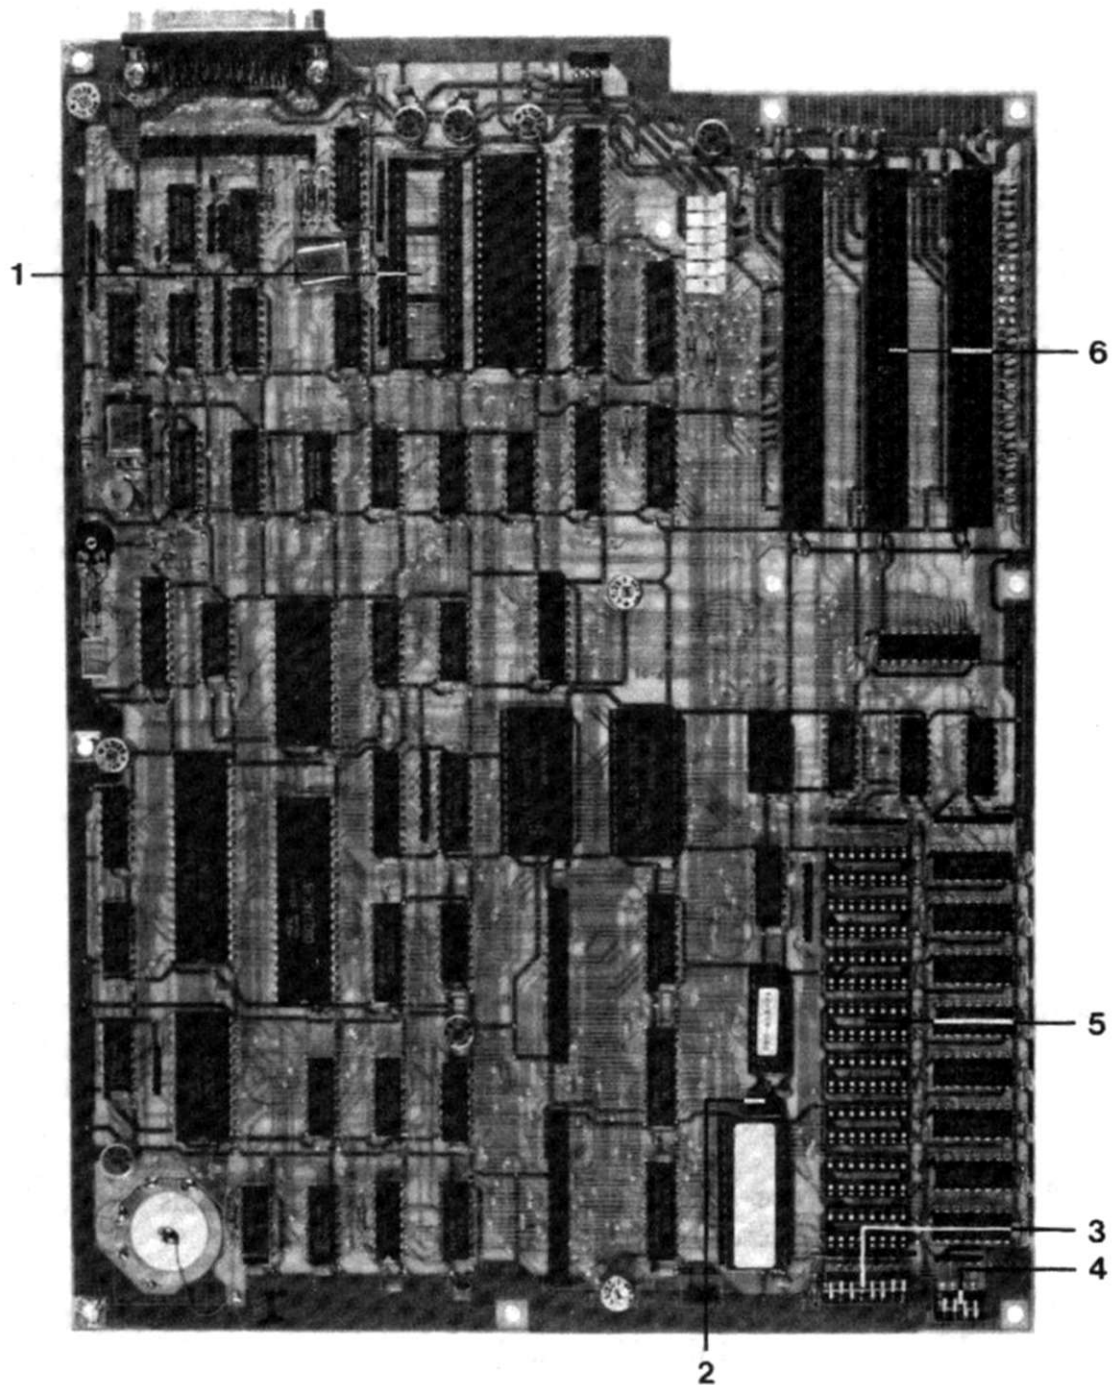

Abb.4
Beim Einbau muß der Jumper J11 umgestellt werden (s. Abb. 4 und 5).
- a) Auf der Grundplatine liegen vorne rechts acht leere Sockel (U9-U16). Sie sollen acht dynamische RAMs (256 K x 1, 150 ns) aufnehmen. Die RAMs werden mit der Nase nach links vorsichtig eingesteckt. Um die 256 KB RAM-Erweiterung auf der Platine zu aktivieren, muß der Jumper J11 umgesteckt werden (s. Abb. 4 und 5).